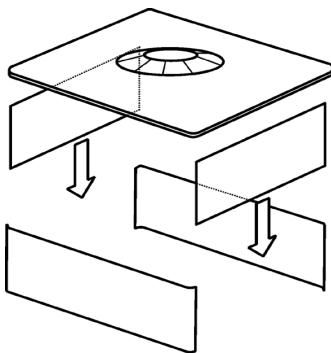

Рис. 7.2 - Схема сборки ветрозащитного экрана
7.3 Собрать ветрозащитный экран и установить его на весы (только для модификаций: ВК-150.1, ВК-300, ВК-300.1, ВК-600, ВК-600.1) (см. Рис. 7.2).